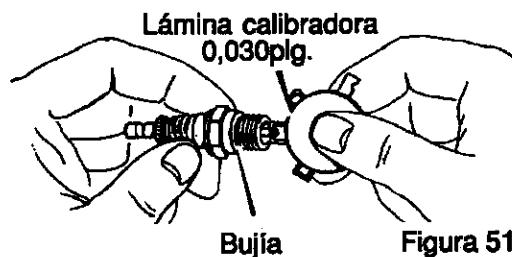

Figura 51
2. Revise el entrehierro de la bujía usando una lámina calibradora y restablezca el entrehierro a 0,030 plg. si fuera necesario. Figura 51.